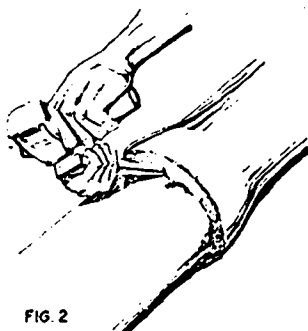

FIG. 2
3.º Passo – Inicie o rebatimento (figs. 2 e 3).